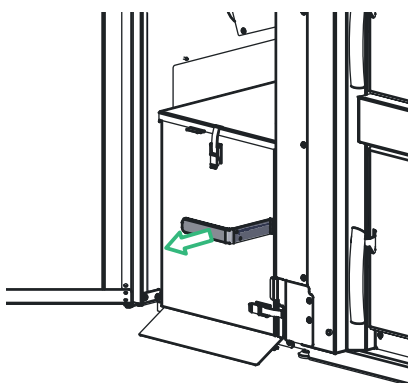

Fig. 32 Estrarre la maniglia
- ▶ Estrarre la maniglia del contenitore cenere fino in battuta, in modo da poter chiudere le aperture laterali del contenitore – Fig. 32.